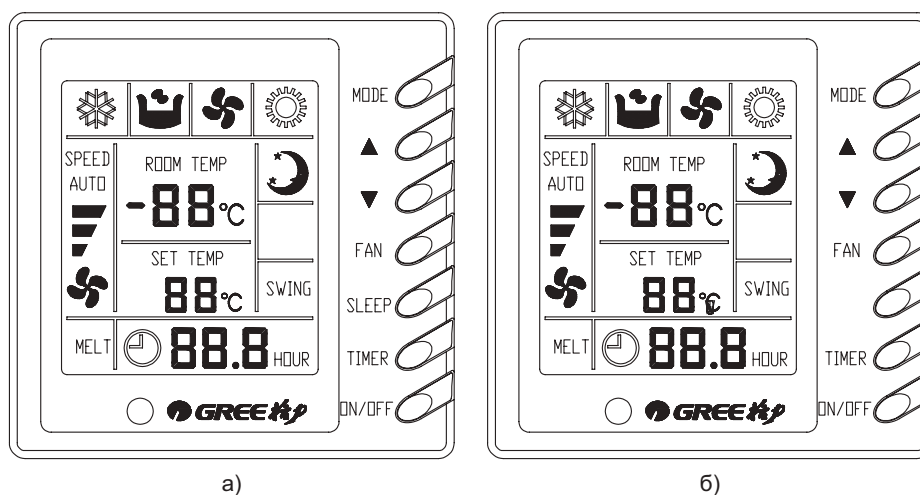

Рис. 7.2
7.4.2 Проводные индивидуальные пульта управления модели Z60351F (для блоков канального типа) (рис. 7.2а) и Z63351F (для блоков кассетного типа) (рис. 7.2б).